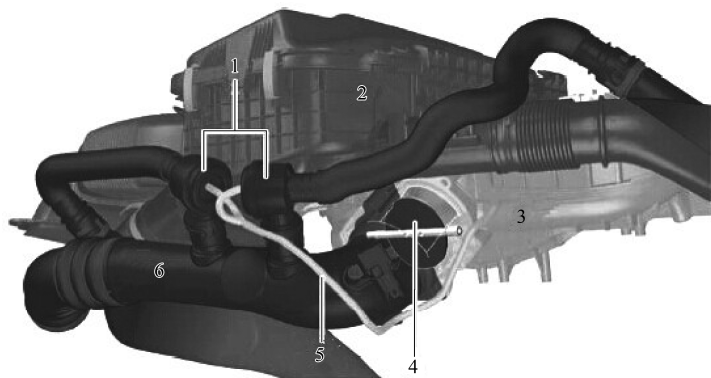

图 2-10 循环空气减压阀控制
(2) 循环空气减压控制装置 N54 发动机的循环空气减压阀用于降低节气门快速关闭时出现的增压压力峰值。因此, 这些阀门对降低发动机噪声起到了重要作用, 并且有助于保护涡轮增压器部件。循环空气减压阀控制如图 2-10 所示。